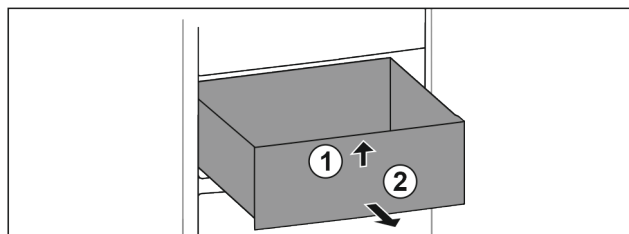

Fig. 166
- ▶ Emelje meg a fiók elejét. Fig. 166 (1)
- ▶ Vegye ki a fiókot előre felé. Fig. 166 (2)